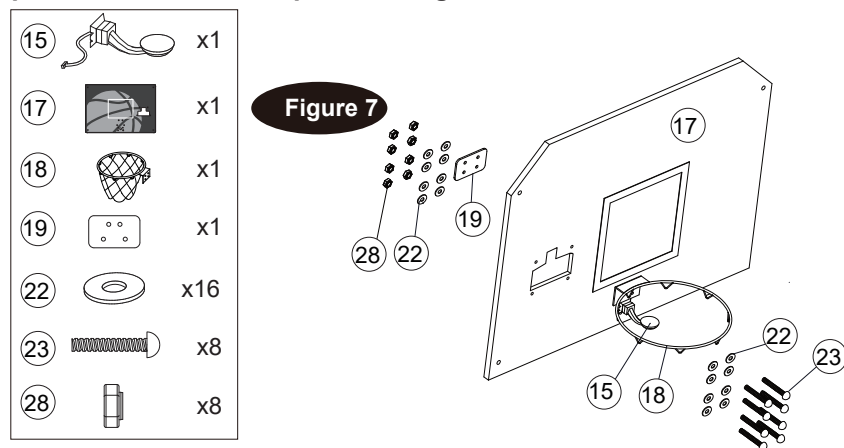

Figure 8
12. Fixez la plaque frontale du marqueur électronique (16) à l'avant du panneau (17) et reliez-la au marqueur électronique (14) à l'aide des boulons (29) comme indiqué sur la figure 8.